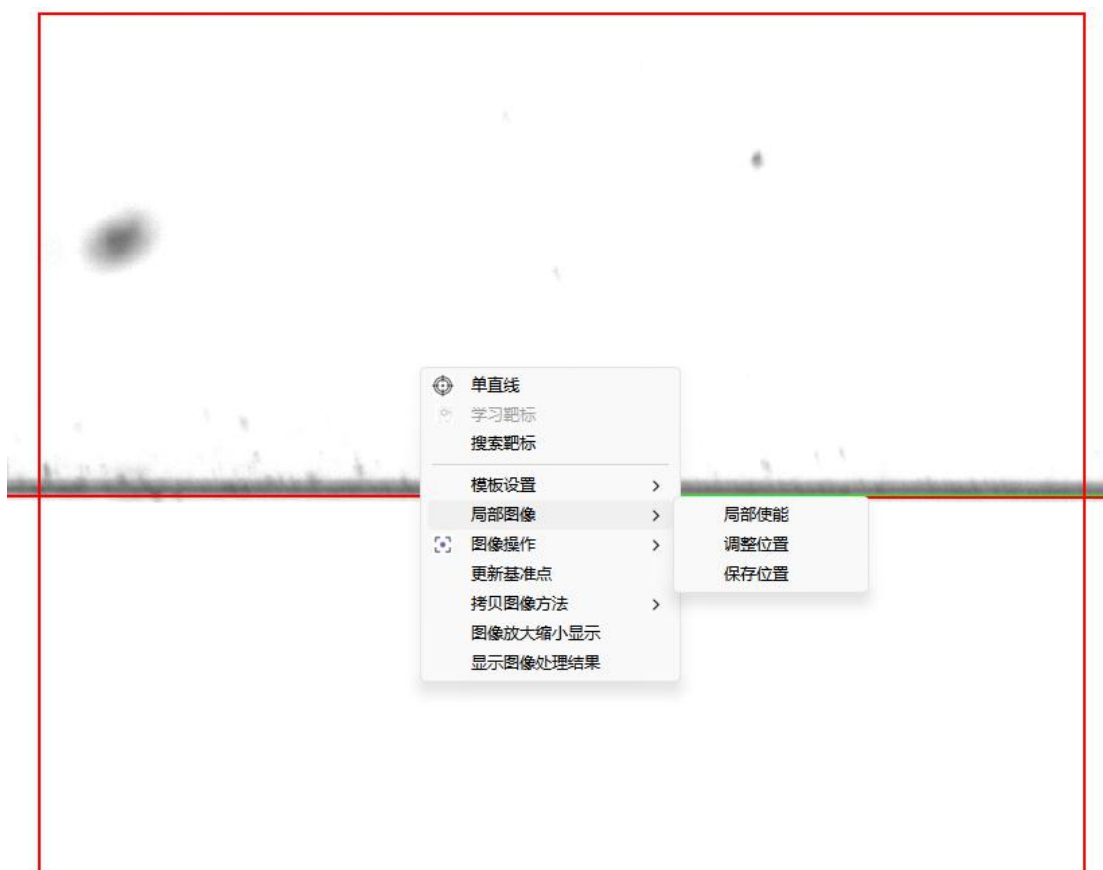

图 2-17
- D. **局部图像：**点击“局部使能”启动功能->点击“调整位置”调出搜索框->调整好搜索框的大小以及位置->点击“保存位置”。如下图 2-17 所示，局部图像的作用：限制缩小图像学习搜索的区域；